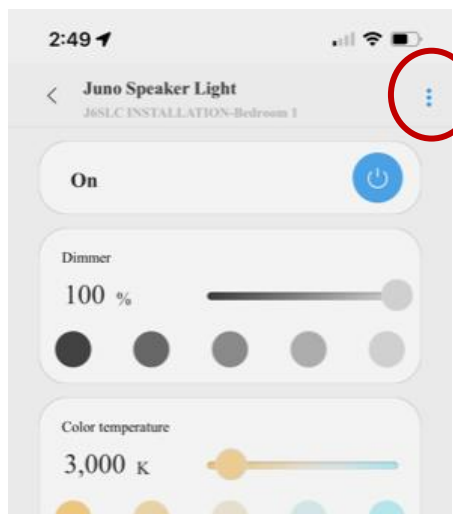

Figure 10
6. Sélectionner l'icône de la vignette du produit dans le coin supérieur droit des configurations de l'appareil. (Figure 10)